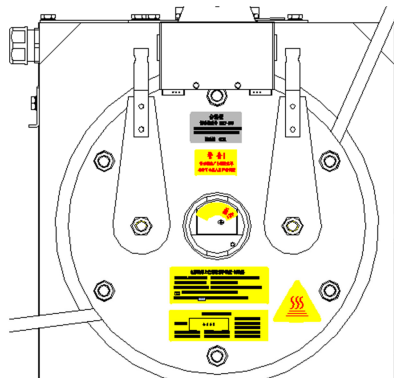

图 7 对角间隙
- 先调整对角气隙（见 P3 图 7），然后按此要求调整余下气隙。